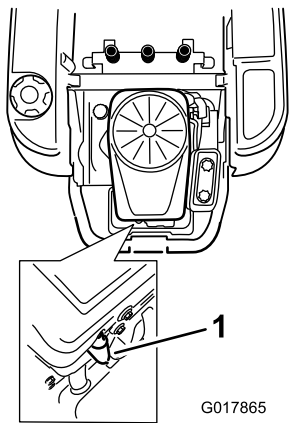

Bild 33
- Klemmen Sie das Zündkabel von der Zündkerze ab (Bild 33).